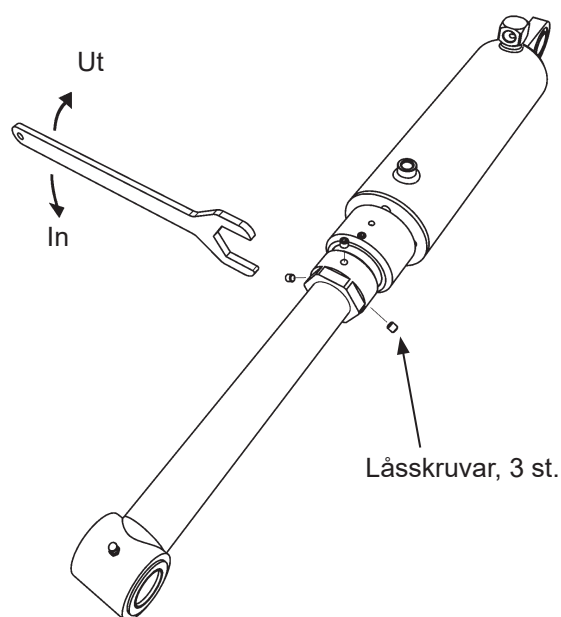

Bild 36. Justering av tiltvinkel
3. Lossa de tre låsskruvarna på cylindern som sitter monterad i lyftbryggan, Bild 36.